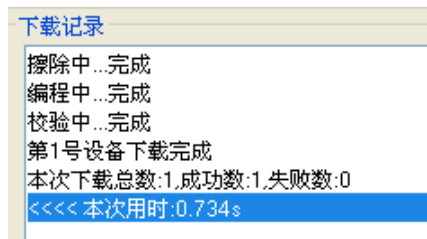

图 2.3.4
- i. 下载结束，软件会在“下载记录”栏显示当前下载状态，下载成功如图 2.3.4；